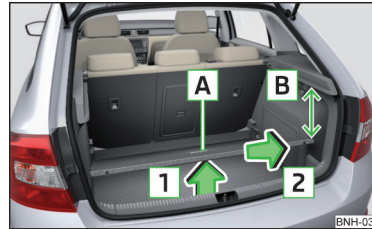

Abb. 94 Variablen Ladeboden herausnehmen
- › Den variablen Ladeboden am Griff **A** » Abb. 94 fassen.
- Beim Herausnehmen bzw. Einsetzen des variablen Ladebodens ist der Abstand von 15 cm **B** » Abb. 94 unterhalb der Gepäckraumabdeckung einzuhalten - es besteht die Beschädigungsgefahr der Gepäckraumklappendichtung.